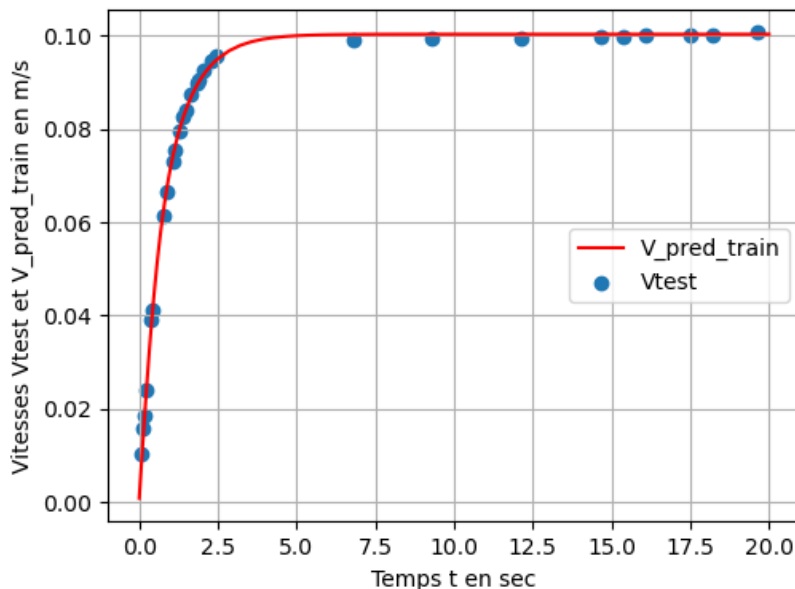

Figure 14
- c) La ligne 42 du code retourne **0.9995664**, la **figure 14** page 15 représente les tracés des vitesses **Vtest** et **V_pred_train**. Que pensez-vous de la qualité de prédiction ?